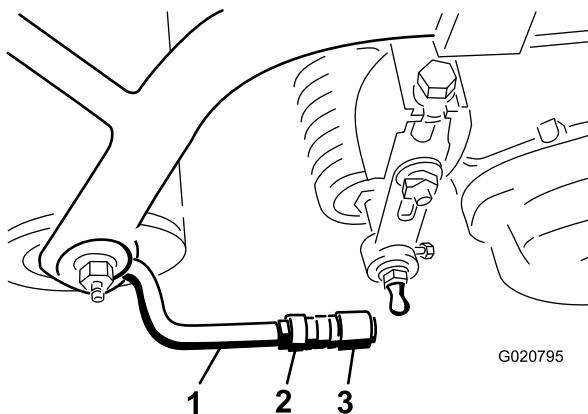

Figura 8
5. Alinee las rótulas de las juntas de manera que la cara abierta de la rótula esté centrada respecto a la bola del espárrago, y apriete las contratuerca para fijar la posición de las rótulas (Figura 8).